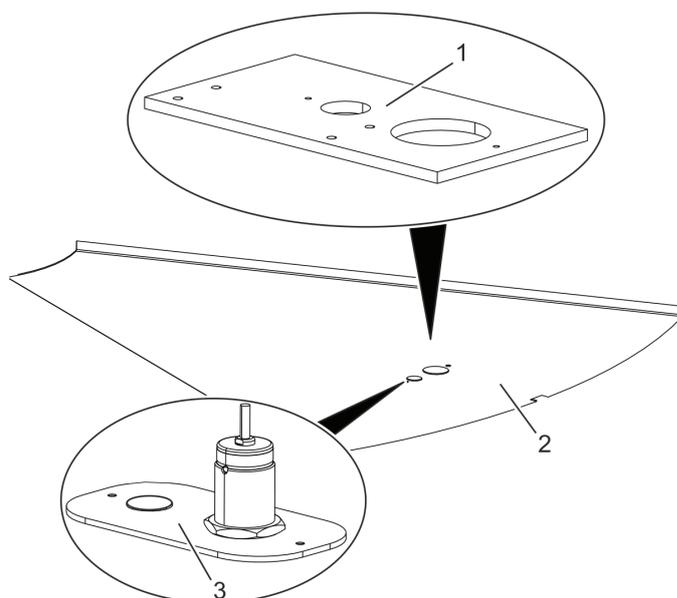

Рис. 102 Установка опорных пластин
Отверстия в сегменте нижней части потолка (рис. 102/2) должны совпадать с отверстиями в крепежной пластине (рис. 102/1 + 3).
Установить опорную пластину с датчиком (рис. 102/3) над отверстиями в сегменте нижней части потолка с нижней стороны (рис. 102/2).
2. Установить верхнюю опорную пластину (рис. 102/1) над отверстиями в сегменте нижней части потолка (рис. 102/2) сверху.
3. Установить две опорные пластины (рис. 102/1 + 3) сверху и снизу на сегмент нижней части потолка, а затем соединить их с помощью винтов.